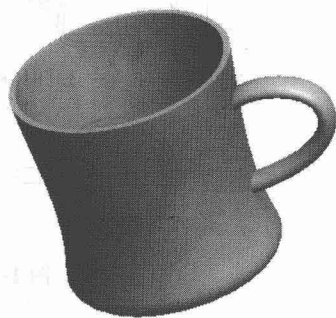

图 1-3
(3) 在指定目录中选择配书光盘中 ch1 文件夹下的“L1.prt”文件，单击该对话框中的【打开】按钮，打开该模型文件，如图 1-3 所示。